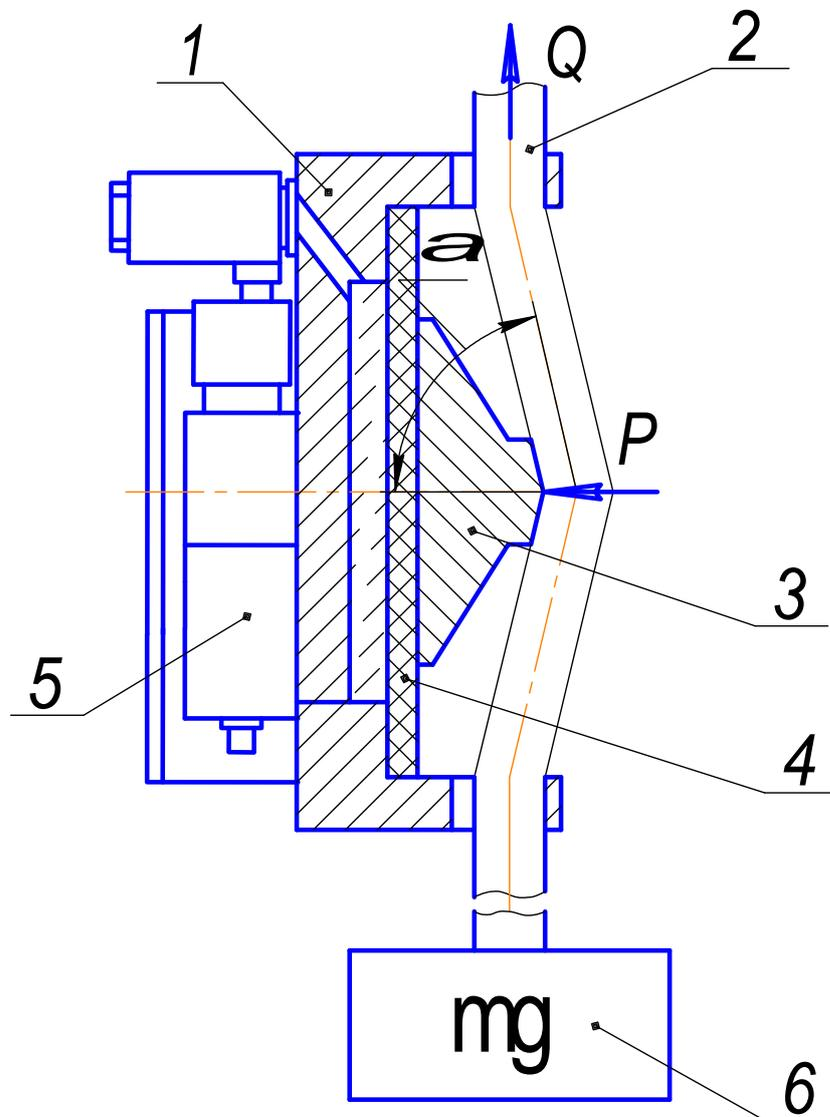

Рис. 1
4.1. Принцип действия измерителя (рис.1) основан на преобразовании усилия натяжения Q конца талевого каната поз. 2, вызванного нагруженным весом инструмента поз. 6 и преломленного между крайними опорами на корпусе поз. 1 и средней опорой поз. 3, опирающейся на мембрану поз. 4, в давление в камере трансформатора и в последующем непрерывном пропорциональном преобразовании его в унифицированный выходной сигнал постоянного тока 4 – 20